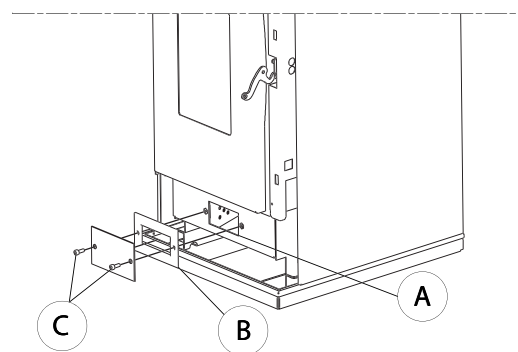

Abb. 6.1.2
- für einfachen Zugang zum Ventilator (A) Entfernen Sie einfach die Abdeckung (B), indem Sie die beiden Schrauben (C) lösen (Abb. 6.1.2).